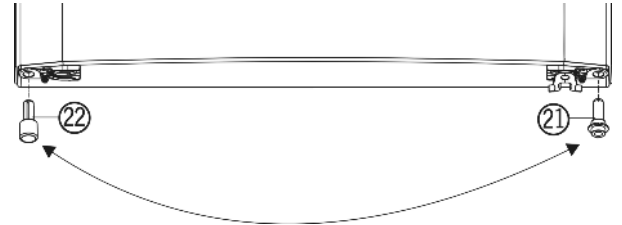

Fig. 5
- ▶ Unten links das Distanzteil Fig. 5 (22) aus der Tür herausnehmen.
- ▶ Das Distanzteil Fig. 5 (22) wieder rechts unten in die Tür einsetzen.